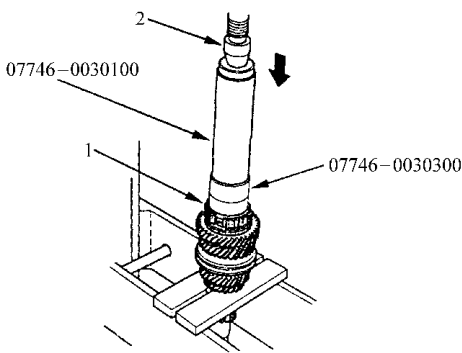

图 4-76 压入 5 档同步毂
- 6) 如图 4-76 所示，借助专用工具和压力机，安装 5 档同步毂。